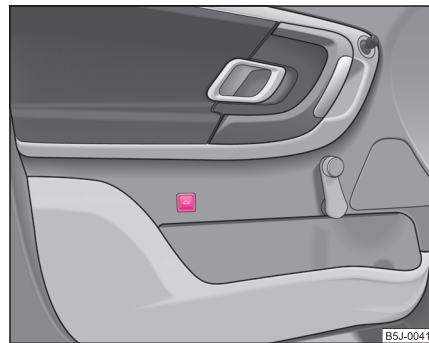

Fig. 25 Descuierea hayonului
**La autovehiculele fără închidere centralizată** hayonul se descuie apăsând pe tasta din ușa conducătorului ⇒ fig. 25.